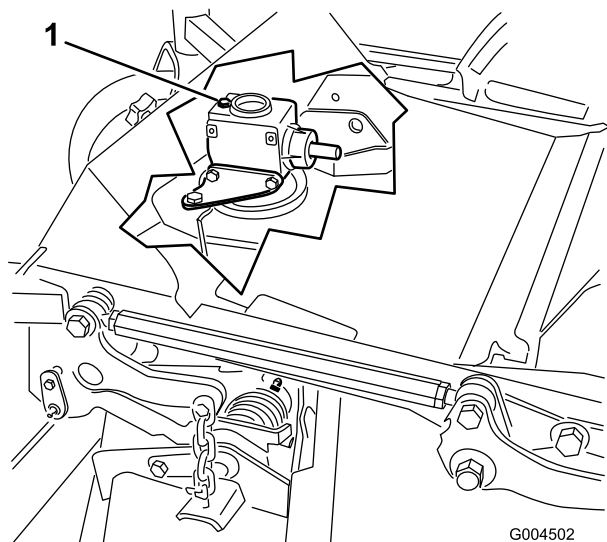

Figura 44
6. Togliete il tappo di riempimento/asta di livello da sopra gli ingranaggi (Figura 44) e verificate che il lubrificante si trovi tra i segni riportati sull'asta.